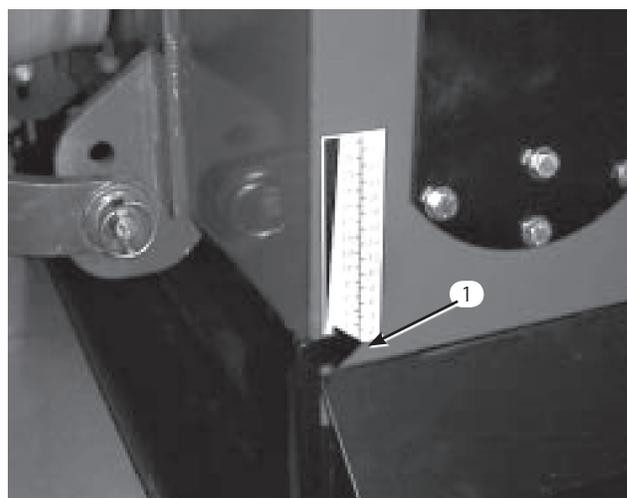

図20
3. 深さガイド（図20）の数字（1～27）を参考にする。実際の深さは、機体の傾き具合やタインのタイプや摩耗度により変化する。15ページの深さチャートを参照のこと。数字と数字の間、すなわち半目盛りで約5mmの変更となる。数字が大きいほど深い穴になる。必ず、機体の左右で同じ数字に調整すること。